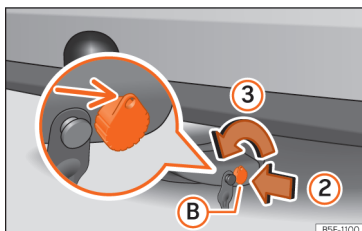

Abb. 260 Schloss entriegeln
- Stecken Sie den Schlüssel (B) in Pfeilrichtung (2) in das Schloss »» Abb. 260.
- Drehen Sie den Schlüssel in Pfeilrichtung (3), so dass der gelochte Teil des Schlüssels nach oben zeigt.